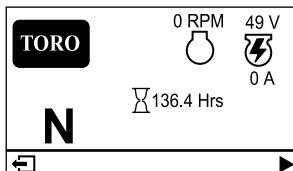

Figura 26
- **Pantalla principal de información (Figura 26):** muestra información actual de la máquina con la llave en la posición de CONECTADO.